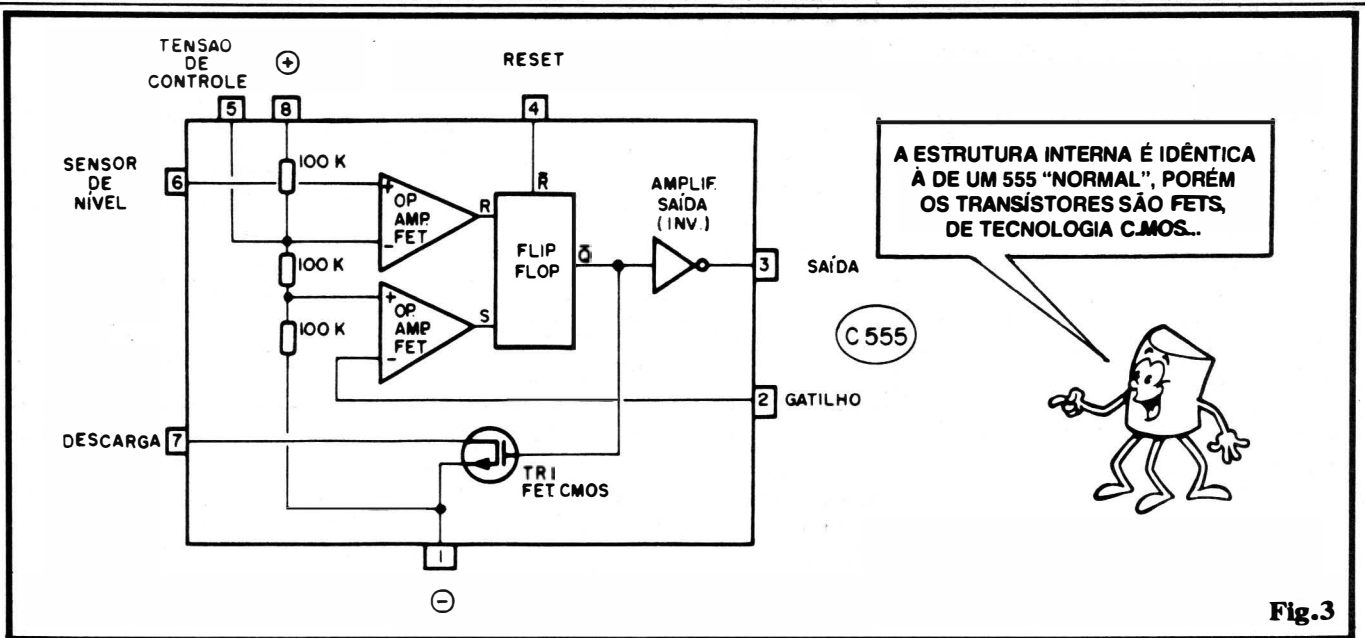

Fig.3
- FIG. 3 - A ESTRUTURA INTERNA DE UM "555" C.MOS - Comparem o diagrama da figura com o correspondente à estrutura interna de um 555 comum (lá na "lição" teórica da presente "Aula"...). e vejam que são poucas as diferenças (nenhuma estrutural...): logo à primeira vista, o símbolo do transistor TR1 difere, já que não é mais um NPN bipolar, mas sim um FET, do tipo C.MOS... É importante ainda lembrar que os transistores existentes dentro dos blocos internos (Op.Amps. e FLIP-FLOP...) **também** são do tipo FET, com o que todo o con-